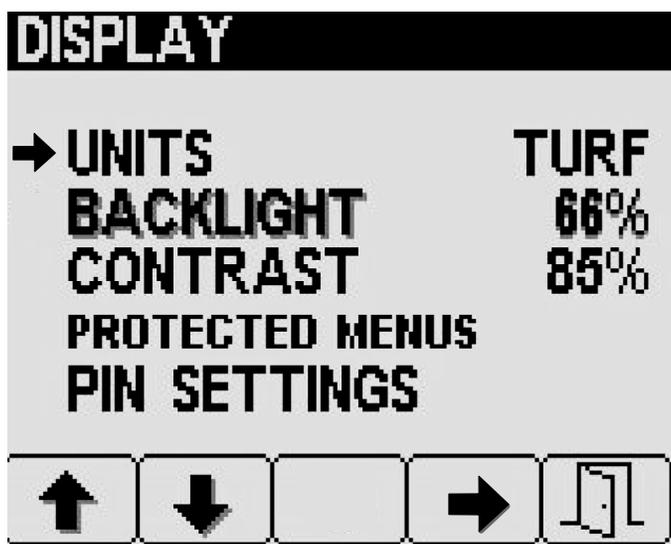

Figura 27
2. En la pantalla del menú Mostrar, pulse el botón 1 o el botón 2 para desplazarse a la opción Unidades, y pulse el botón 4 para seleccionar Unidades (Figura 27).